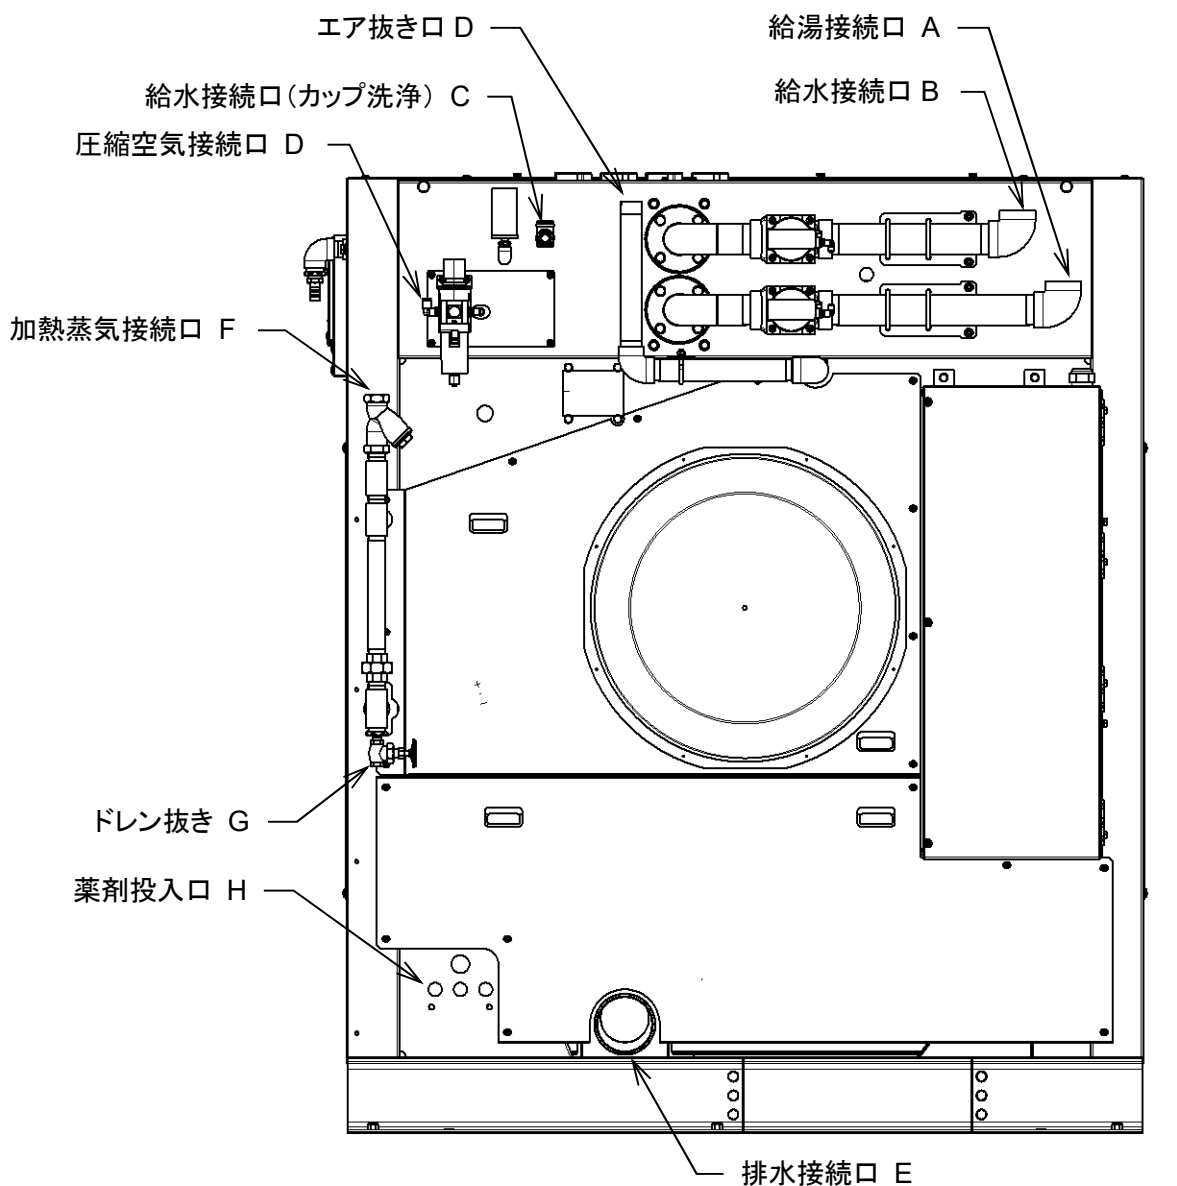

図 5-1
- ・ 給水接続口 A に配管を接続します。(図 5-1)
- ・ 給湯接続口 B に配管を接続します。(図 5-1)
- ・ 給水接続口 C に配管を接続します。(図 5-1)
- ・ 圧縮空気接続口 D (φ 10mm) に配管を接続します。(図 5-1)
- ・ 圧縮空気接続口 E に接続します。(図 5-1)
- ・ 排水接続口 F に配管を接続します。(図 5-1)
- ・ 加熱蒸気接続口 G に配管を接続します。(図 5-1)
- ・ ドレン抜き H にホースを接続しバルブが開放されても蒸気により、人への損害、機械への傷害を招かない場所に配管すること。(図 5-1)